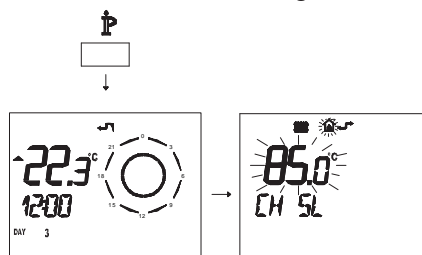

Figura 5.41
L'andamento della temperatura al variare dell'impostazione fatta con i tasti 15 e 16 per un **K 1,5** è illustrato nella Figura 5.41.
- Premere per più di 3 secondi il pulsante P per entrare in modalità **INFO** (Figura 5.41).